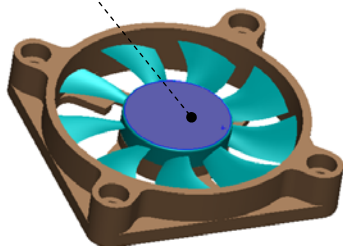

图 9.7.3 选取模型表面
Step4. 编辑马达。在“马达”对话框的  **零部件/方向(D)** 区域中激活马达方向, 然后在图形区选取图 9.7.3 所示的模型表面, 在  **运动(M)** 区域的类型下拉列表中选择  **等速** 选项, 调整转速为 80r/min, 其他参数采用系统默认设置值。在“马达”对话框中单击  按钮, 完成马达的添加。